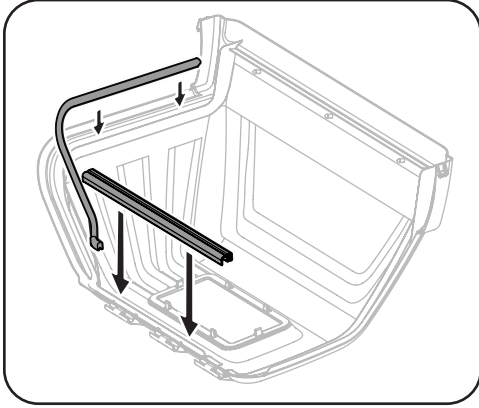

Figure 4-17
7. Ouvrez le couvercle du bac récupérateur en appuyant sur les encoches et en soulevant le couvercle supérieur. Voir Figure 4-17.